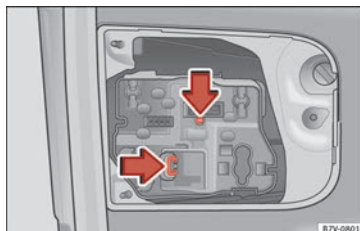

Fig. 111 En el portón trasero: retirar el portalámparas.
4. Presione las lengüetas de bloqueo en el sentido de la flecha » **fig. 111** y extraiga el portalámparas.